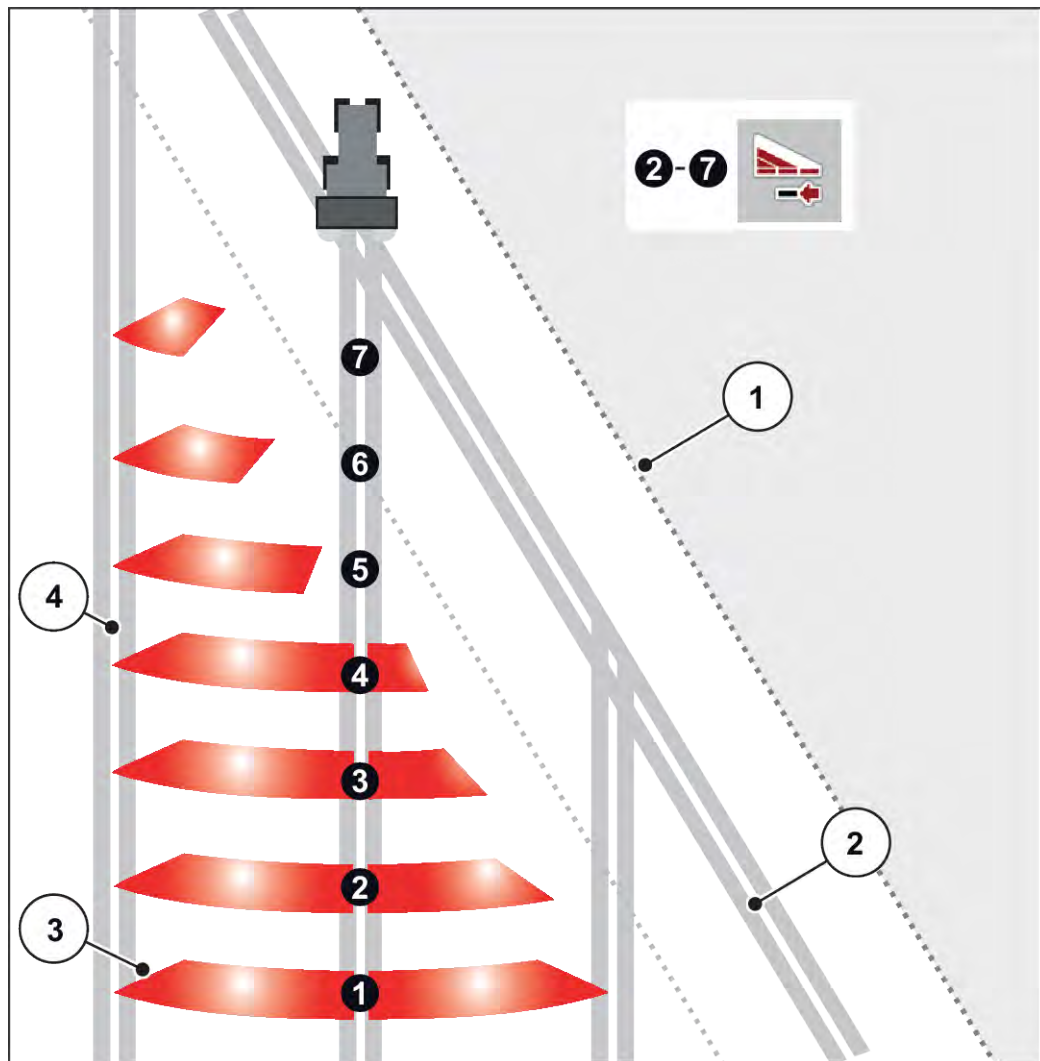

Fig. 45: Comandă automată a lățimii parțiale
- Comutarea lățimii parțiale este posibilă dinspre exterior spre interior sau din interior spre exterior. A se vedea Fig. 45 Comandă automată a lățimii parțiale